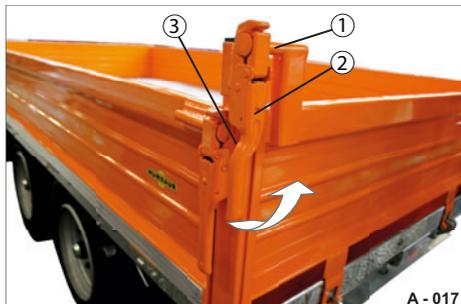

Abb. 19 Heck-Bordwand abgeklappt
- ▶ Drücken Sie die Verschluss-Sicherung (Abb. 19/3) ein.
- ▶ Ziehen Sie am Verschluss-Hebel (Abb. 19/2).
- Der Lagerzapfen (Abb. 19/1) wird freigegeben.
- ▶ Drücken Sie den Verschluss-Hebel (Abb. 19/2) mit flacher Hand zu.
- Die Verschluss-Sicherung (Abb. 19/3) schnappt ein.
- Der Lagerzapfen (Abb. 19/1) wird verriegelt.